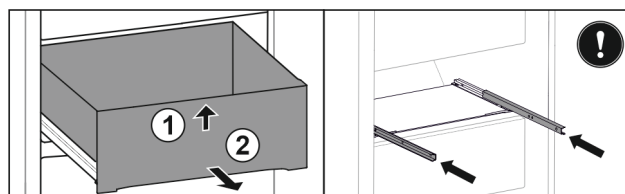

Fig. 42
- ▶ Unieść szufladę z przodu Fig. 42 (1).
- ▶ Wyjąć do przodu Fig. 42 (2).